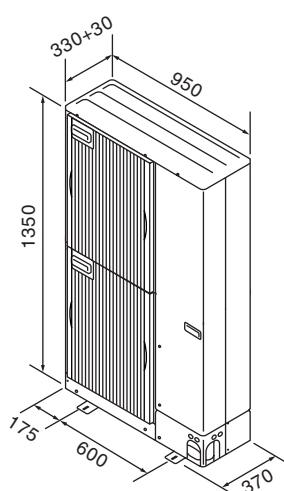

Fig. 3-1
3.3. Buitenafmetingen (Buitenapparaat) (Fig. 3-1)